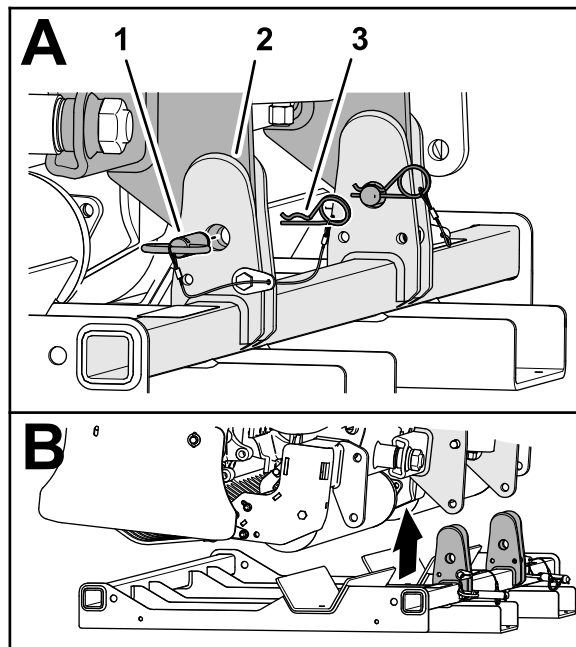

Рисунок 21
2. Извлеките 2 шплинта, которые крепят 2 пальца подставки для хранения к подставке (**Рисунок 21**).
3. Выньте 2 штифта подставки для хранения (**Рисунок 21**).